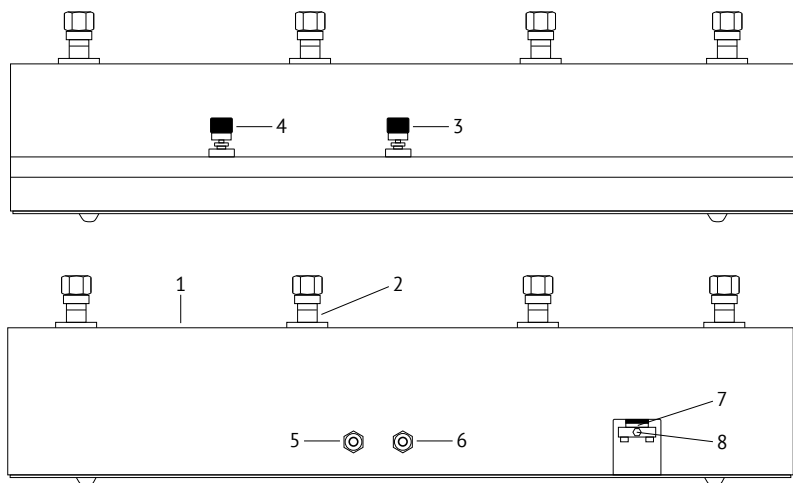

Рис.1. Вид спереди и сзади:
4.1 Внешний вид панели показан на Рис. 1.
жены 4 стойки 2 (Рис. 1), 2-я слева (рекомендуется) для ОСИ, остальные для рабочих СИ. Для повышения и снижения давления служат вентили 3 и 4. С задней стороны расположены быстроразъемные соединения 5 и 6 (при поставке совместно с К-9, К-25 и вакуумным насосом. При поставке только панели ПСКА, выход — резьба G¼) для подключения источника давления или разряжения. Также на задней стороне расположено окно для обслуживания грязеуловителя 7. Для слива конденсата из грязеуловителя служит винт 8.
5.9 *Запрещается* наклонять панель ПСКА без предварительной очистки грязеуловителя по п. 8.4, 8.5, так как конденсат находящийся в грязеуловителе может попасть в вентили 3, 4 (Рис. 1) ухудшив их характеристики.
8.3.1 Создать в панели ПСКА давление 5—8 бар и резко, с помощью вентиля 4 (Рис. 1), сбросить его. При этом большая часть конденсата, образовавшегося в трубках панели ПСКА перейдет в грязеуловитель.